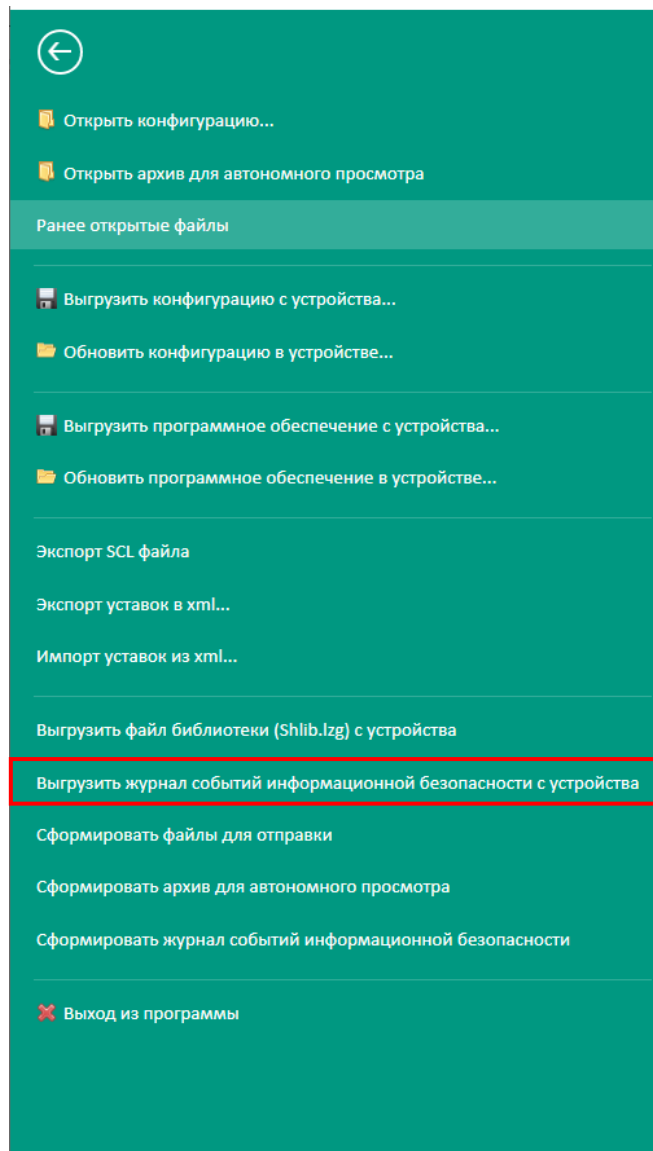

Рисунок 30
6.3.3 Содержимое журнала событий ИБ может просматривать только пользователь с ролью «Администратор» через программу Smart Monitor, для этого необходимо подключиться к терминалу, авторизоваться под пользователем с ролью «Администратор» и скачать журнал событий ИБ: пункт меню  → **Выгрузить журнал событий информационной безопасности с устройства** (см. рисунок 30).